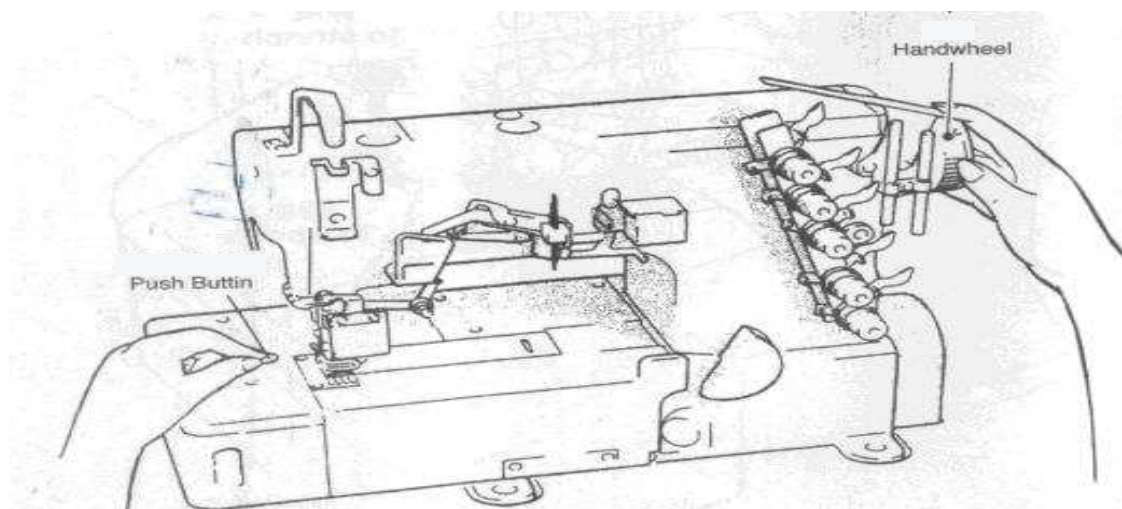

Fig. 11
- Para mudar o tamanho do ponto, pressione o botão fig. 11 com a mão esquerda e gire a polia da máquina até o botão se encaixar. Gire então gradativamente a polia da máquina até alcançar o tamanho do ponto desejado.